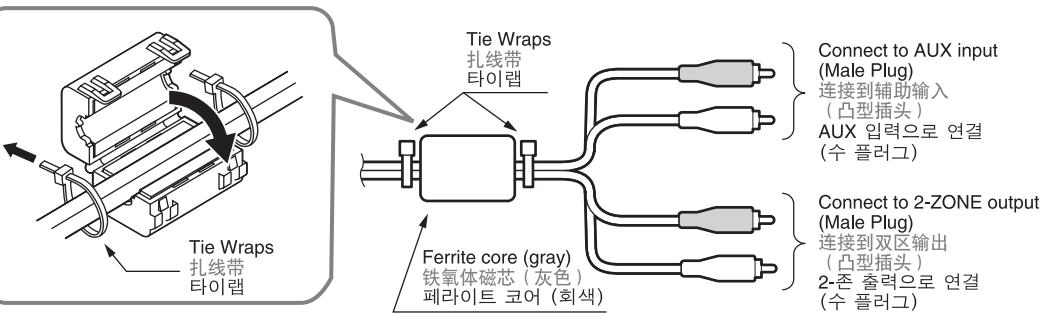

Figure 14 / 图 14 / 그림 14
1. For RCA pin cable (AUX input, 2-ZONE output) (Figure 14).